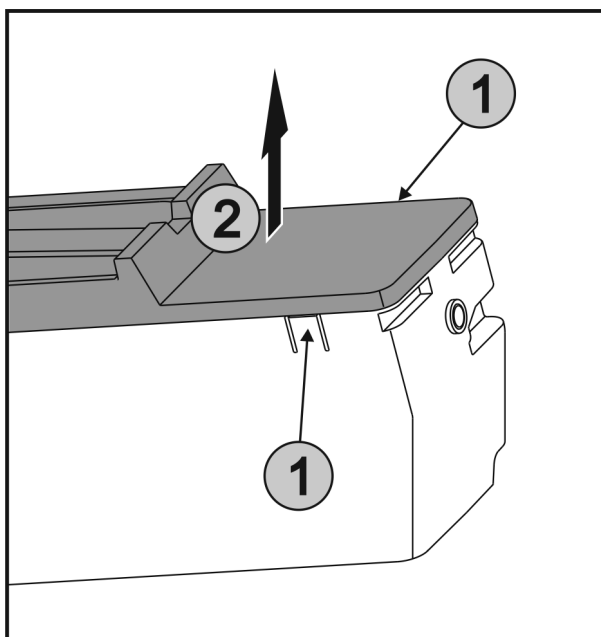

Fig. 51
- ▶ Wcisnąć jednocześnie nakładki Fig. 51 (1) znajdujące się po obu stronach EasyTwist-Ice, a pokrywę zdjąć podnosząc Fig. 51 (2) do góry.